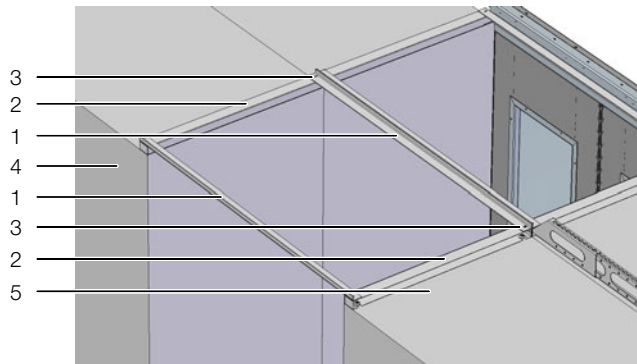

Abb. 49: Gangabdeckung Mitte
- Gangerhöhungen (Abb. 49, Pos. 3) auf dem IT-Schrank-Dach aufsetzen und unter den Kopf der Befestigungsschraube des IT-Schrank-Daches schieben.